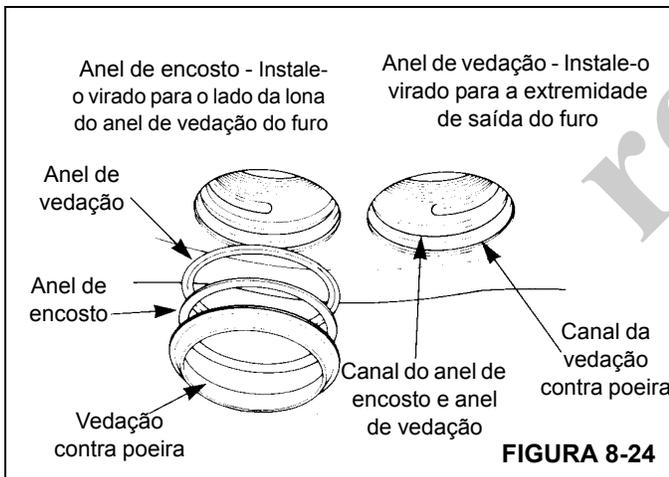

FIGURA 8-24
3. Instale uma nova vedação contra poeira no canal superior do furo (Figura 8-24).